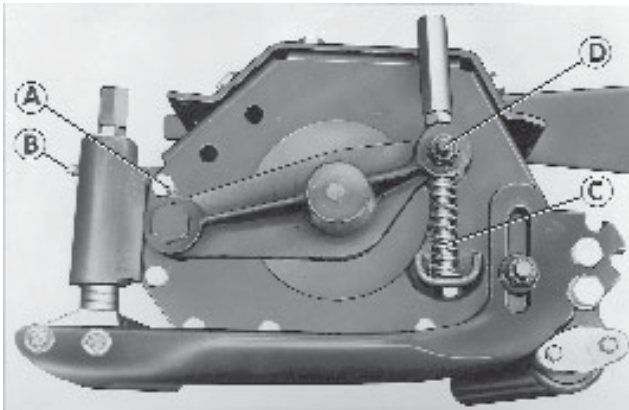

Fig. 2
- Schneidzylinder-Lagergehäuse-Schwenkpunkte (A Abb. 2).
- Höheneinstellungs-Muffen (B Abb. 2).
- Schneidzylinder-Klemmschwenkpunkt (D Abb. 2).
- Schneidzylinder-Stellschrauben (C Abb. 2).
- (a) Perni della sede cuscinetto del cilindro di taglio (A Fig. 2).
- (b) Manicotti di regolazione altezza (B Fig. 2).
- (a) Perno del morsetto del cilindro di taglio (D Fig. 2).
- (b) Viti di regolazione del cilindro di taglio (C Fig.2).